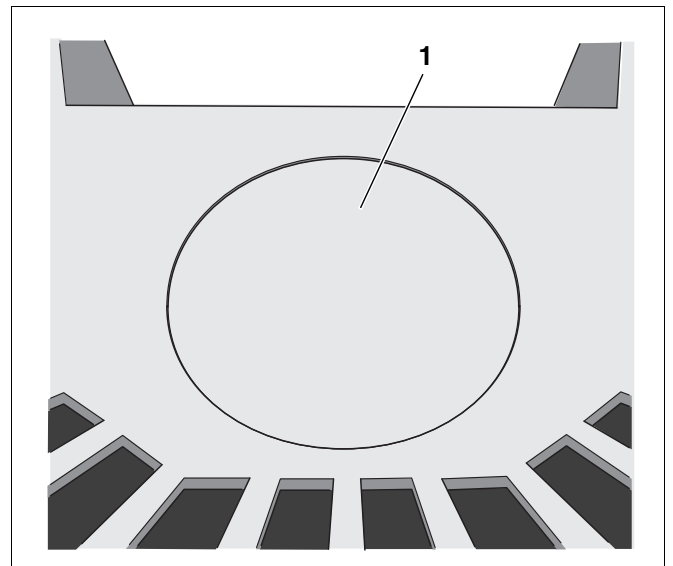

Abb. 22 Abgasanschluss Oberseite – äußere Abdeckplatte
- Äußere Abdeckplatte (Abb. 22, **Pos. 1**) auf den Abgasanschluss Oberseite legen .